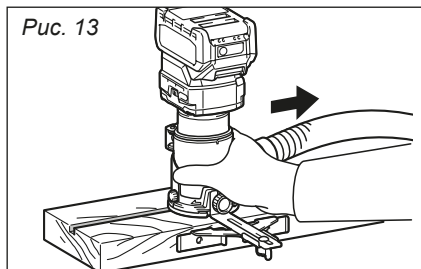

Рис. 13
- Плавно ведите инструмент вдоль заготовки, плотно прижимая базу к поверхности (рис. 13).